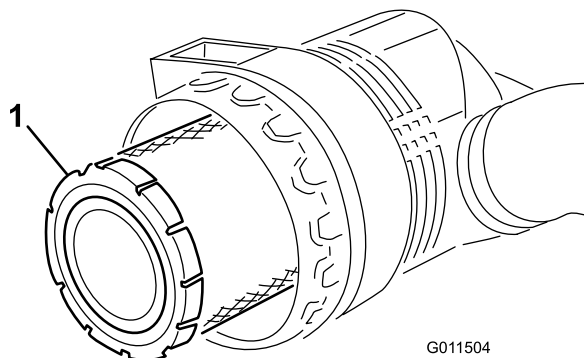

Figura 54
4. Togliete il filtro primario e sostituitelo (Figura 54).